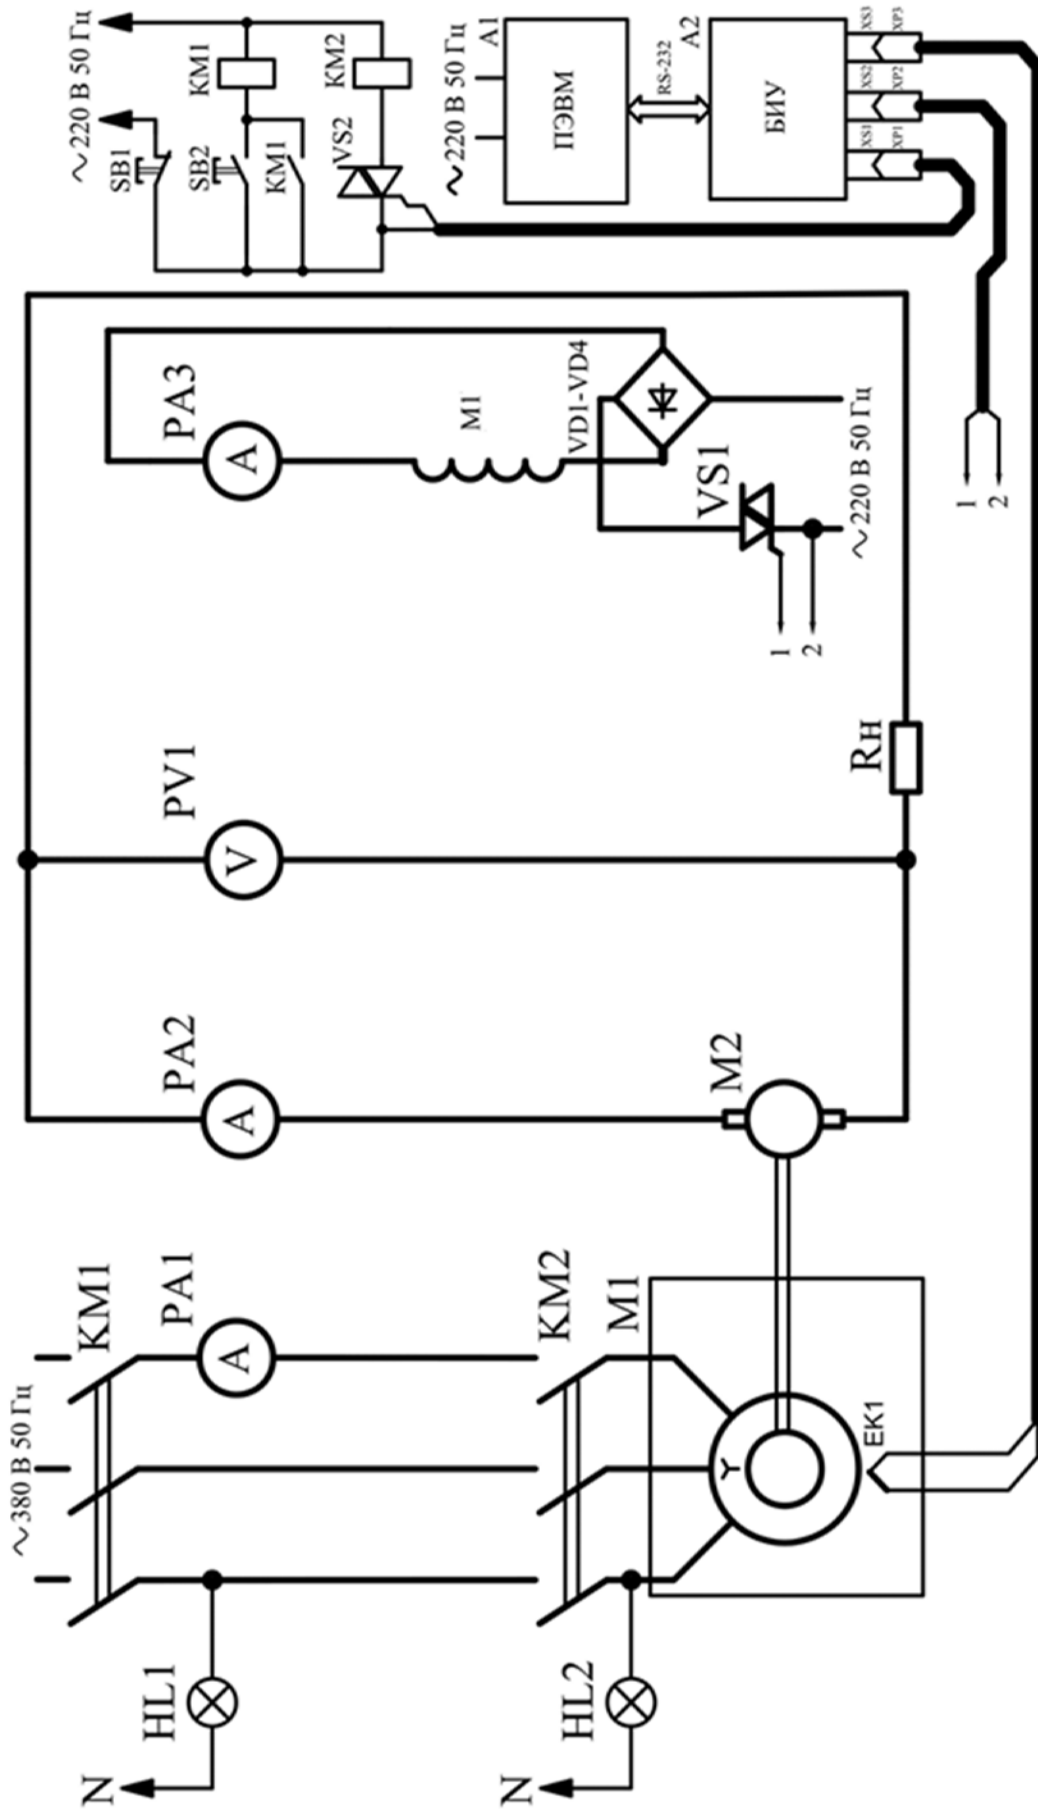

Рисунок 10 – Схема электрическая принципиальная шкафа
- 4 Изучить назначение элементов и режимы работы схемы электрической принципиальной лабораторной установки (рисунок 10).